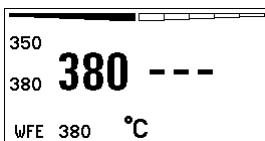

Fig. 40: conexión delantera de WFE
La estación desoldadora WXD 2 detecta automáticamente el equipo que está conectado. La estación desoldadora WXD 2 muestra en la parte izquierda (interfaz delantera (36), véase la Fig. 40) o en la parte derecha (interfaz trasera) el símbolo o el nombre del equipo adicional conectado (30/36).